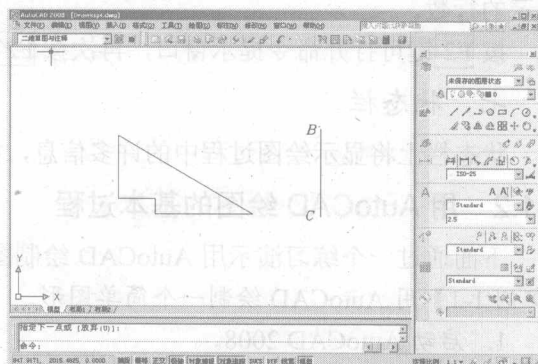

图 1-5 绘制线段 BC
5. 按 **Enter** 键重复绘制线命令,绘制线段 BC,如图 1-5 所示。